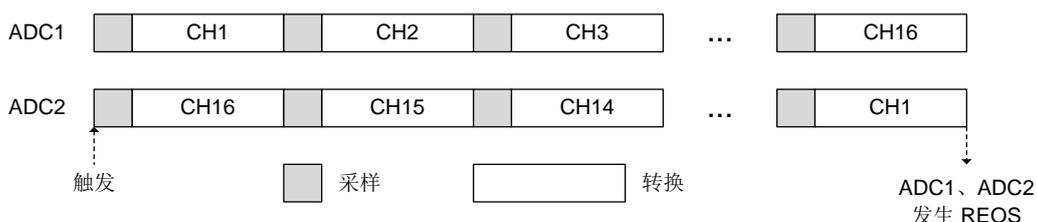

图 14-59 16 个通道的同步标准模式：双重 ADC 模式
- ◇ 如果 ADC1 标准序列的区间时间等于 ADC2 标准序列的区间时间(例如图 14-59)，则软件可以使用其中一个 REOC 中断，读取两个转换的数据。